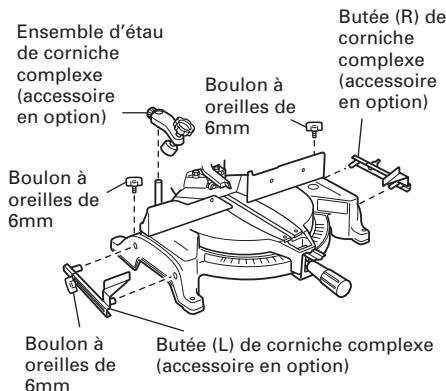

Fig. 30-a
(1) Les butées (L) et (R) de corniche complexe permettent des coupes plus faciles de corniches complexes sans inclinaison de la lame de scie. Les installer sur la base, de chaque côté, comme le montre la Fig. 30-a. Après les avoir introduits, serrer les boutons de boulonnage de 6mm sur les butées de corniche complexe.